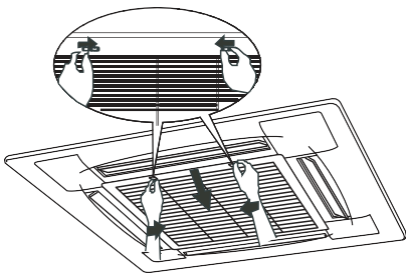
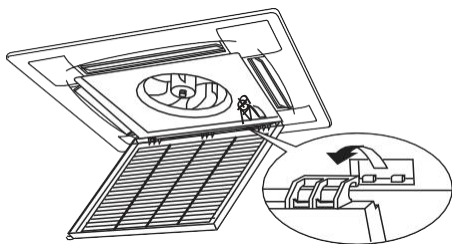

Abb.6-1
Abb.6-2
- ♦ Bewegen Sie die Gitterschalter gleichzeitig, wie in Abb.6.1 dargestellt. Ziehen Sie dann am Lufteinlassgitter (zusammen mit dem Luftfilter, wie in Abb. 6.2 dargestellt) nach unten.